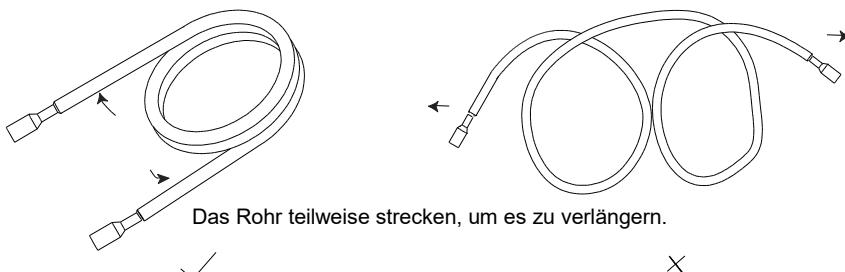

Abb. 10
4. Rohre mit angebrachter Wärmedämmung biegen Sie nicht. Das Rohr würde sich eindrücken. Schneiden Sie die Wärmedämmung mit einem scharfen Messer an, wie im Bild 10 dargestellt, entblößen Sie das Kältemittelrohr, und erst dann darf das Rohr gebogen werden. Bringen Sie die Wärmedämmung auf das im gewünschten Winkel gebogene Rohr wieder an, und befestigen Sie die Wärmedämmung mit Isolierband.